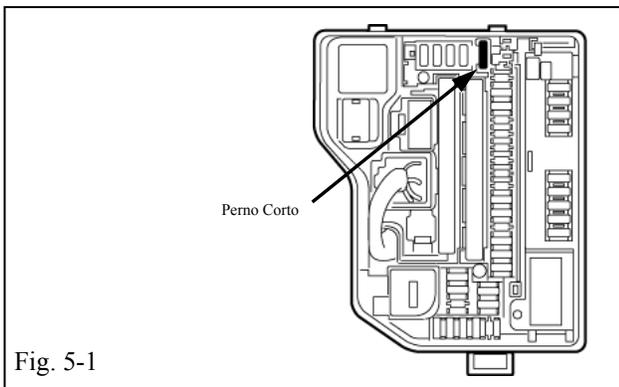

Fig. 5-1
- (b) Verifique que el Perno Corto esté instalado. (Fig. 5-1)
(1) En caso contrario, instálelo.